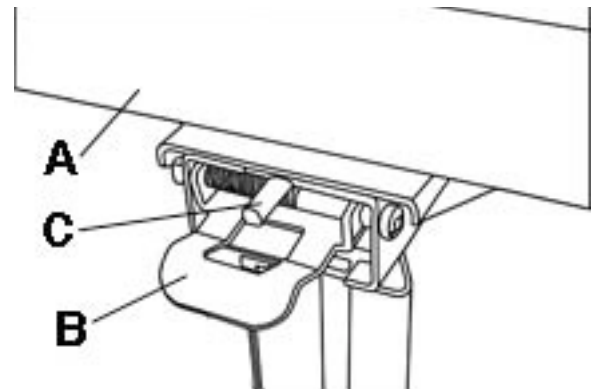

FIGURE 10
Pour incliner le berceau (A) Fig.10 (pour chargement de panneau de gypse, ou le levage d'un panneau de gypse sur un mur ou plafond incliné), ou pour le retirer du chassis, pivotez le loquet (B) vers le bas tel qu'illustré. Pour verrouiller le berceau en position à niveau, pivotez le loquet vers le haut en s'assurant qu'il engage la tige (C) du pivot.
- 4) Inclinez le berceau en relâchant le loquet du berceau, voir Fig.10.